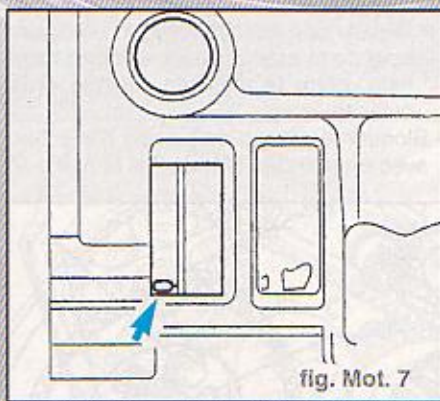

fig. Mot. 7
• pour boîte de vitesses automatique (fig. Mot. 7)